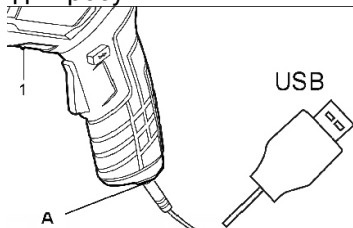

Рисунок 2. Схема заряджання виробу.
5.1.2 Заряджання акумуляторної батареї (рис. 2).